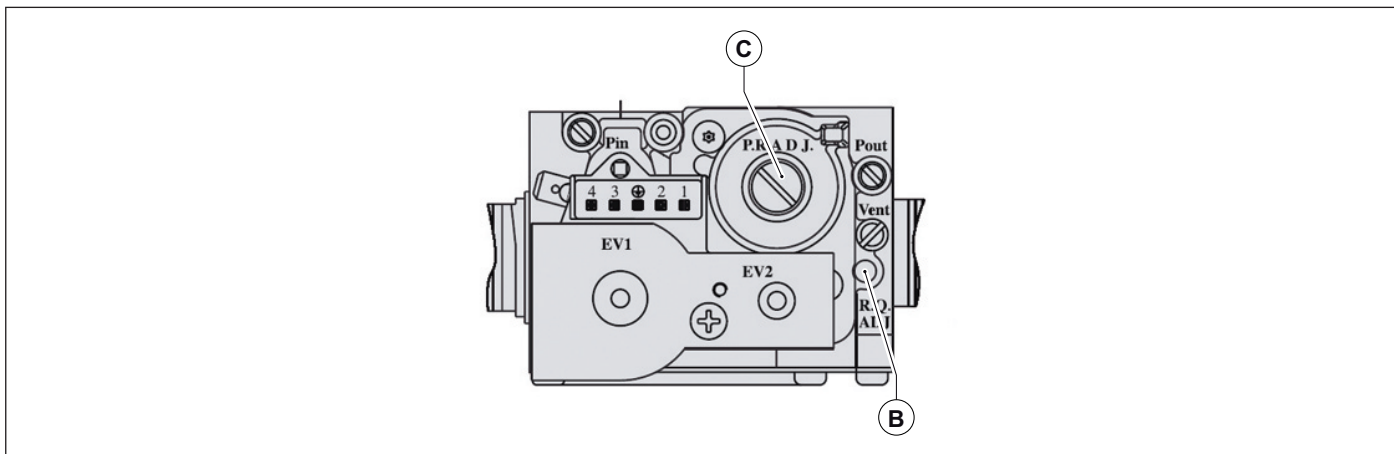

Fig. 23 Regolazione valore anidride carbonica
- Regolare il valore dell'anidride carbonica (CO2) nei fumi ruotando il regolatore di rapporto **B** (vedi Fig. 23 Regolazione valore anidride carbonica) e assicurarsi che rientri nei limiti della *Tab. 14 Valori di CO2 nei fumi*. Lasciare la caldaia in modalità spazzacamino e portarsi al passo successivo di regolazione alla potenza minima.
- Regolare il valore dell'anidride carbonica (CO2) nei fumi ruotando il regolatore di offset **C** (vedi Fig. 23 Regolazione valore anidride carbonica) e assicurarsi che rientri nei limiti della *Tab. 14 Valori di CO2 nei fumi*.